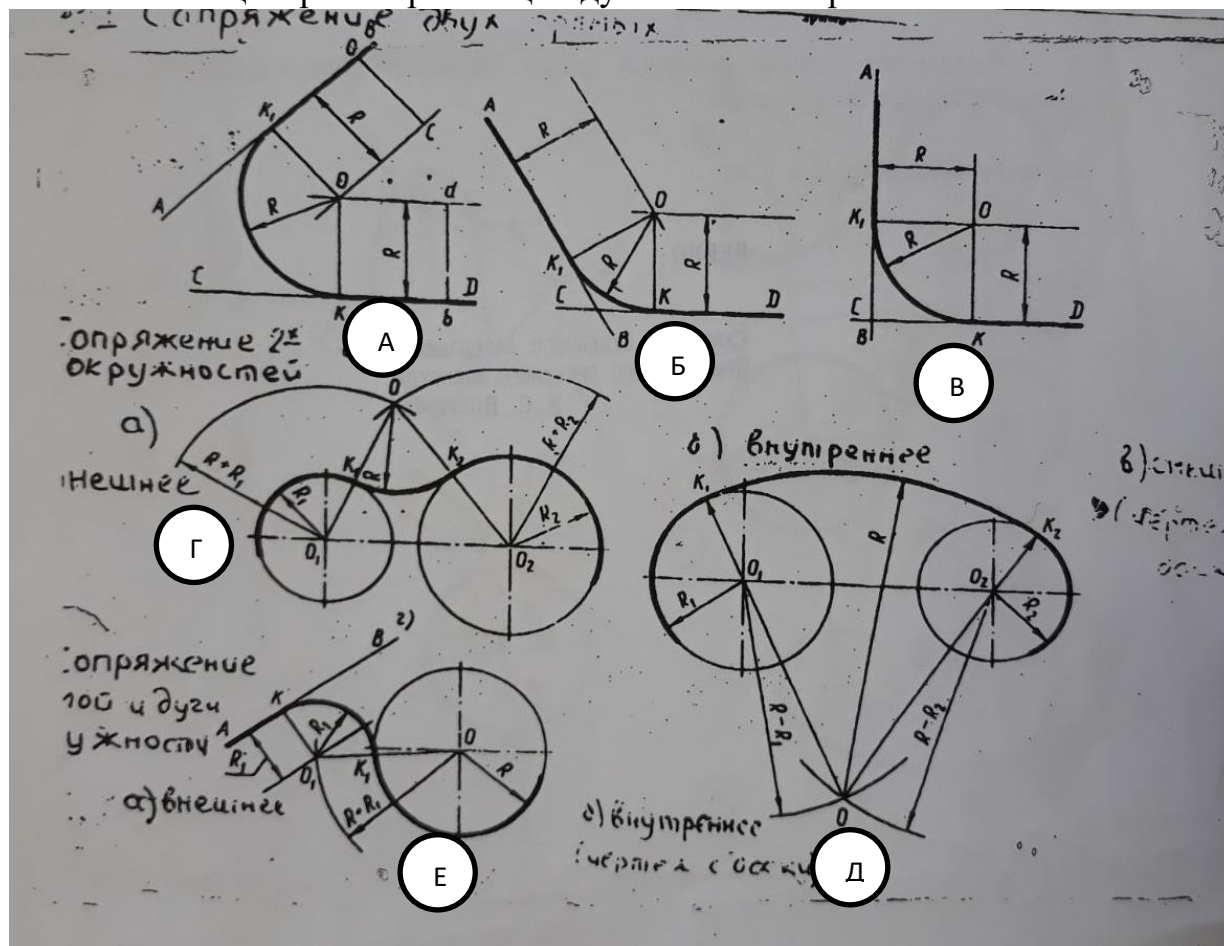

Рис.10
2. Сопряжение дуги окружности радиуса R с прямой линией AB дугой радиуса r (или r_1). Для построения такого сопряжения вычерчивают дугу окружности радиуса R (рис.10, е) и прямую AB . Параллельно заданной прямой на расстоянии, равном радиусу r сопрягающей дуги, проводят прямую ab . Из центра O проводят дугу окружности радиусом, равным сумме радиусов R и r до пересечения ее с прямой в точке O_1 . Точка O_1 является центром дуги сопряжения.
При внешнем сопряжении центры O и O_1 сопрягаемых дуг радиусов R_1 и R_2 лежат вне спрягающей дуги радиуса R (рис.10, г). При внутреннем сопряжении центры O и O_1 сопрягаемых дуг лежат внутри спрягающей дуги радиуса R (рис.10, д):